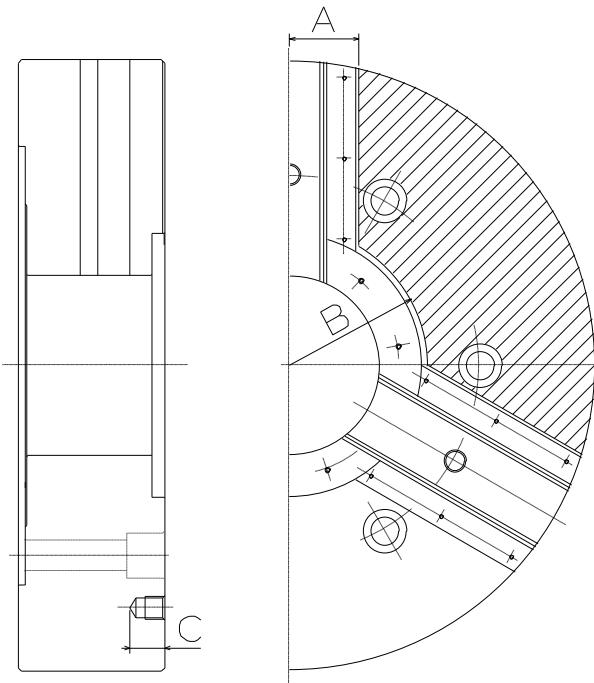

図 14
- チャックボディ表面にロケータや治具を取付する場合は、図 14 に示す追加工範囲内に穴明けを行ってください。